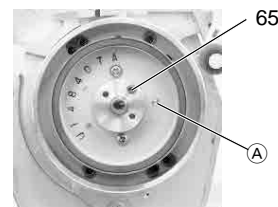

Fig. 11
Beim Einsetzen des Rotors muß die Vertiefung in der Kopfscheibe durch das Loch (A) des Rotors sichtbar sein (Fig. 11).
- Massefeder (Pos. 65) der Kopfscheibe herausnehmen (Fig. 11).